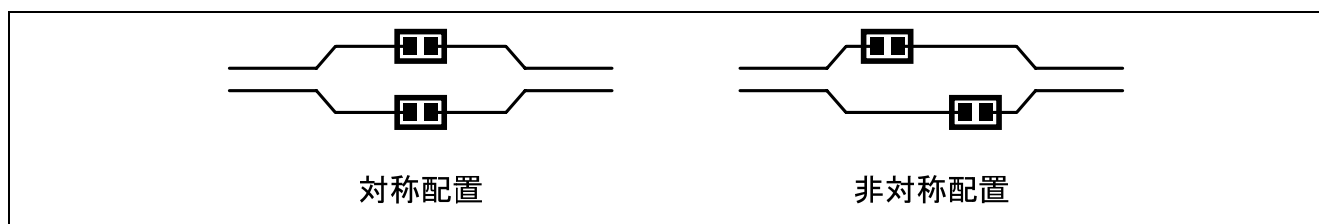

図3 差動信号伝送路上の部品配置
- 差動伝送線路上の部品配置は、差動ペア間で対称となるよう配置してください。(図 3 参照)